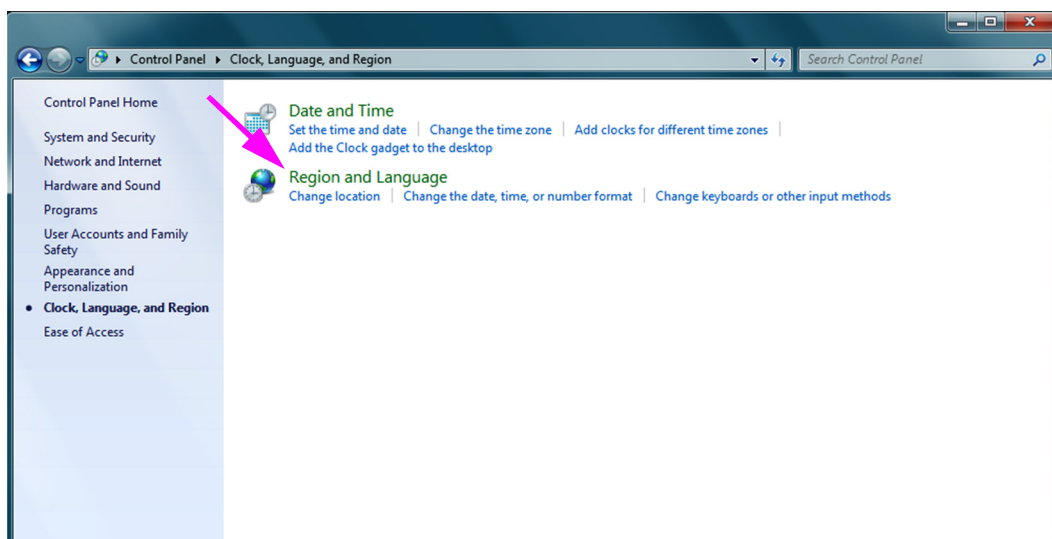

Figure C-2. Fenêtre Clock, Language, and Region (Horloge, langue et région)
4. La fenêtre Clock, Language, and Region (Horloge, langue et région) apparaît (cf. Figure C-2). Cliquez sur **Region and Language** (Région et langue).